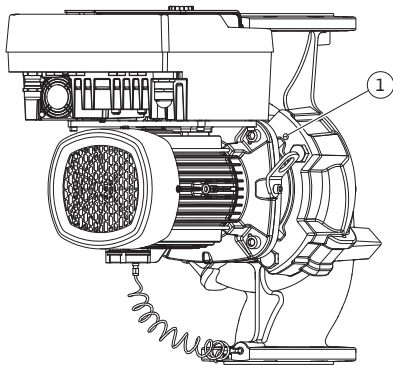

Fig. 10: Aftrykning af indstikssættet via gevindhuller
Til pumpetypen (Fig. III og Fig. IV) skal skruerne (pos. 29) løsnes. Brug de to gevindboringer (Fig. 10, pos. 1), der ligger ved siden af, og anvend egnede skruer (f.eks. M10 x 25 mm) stillet til rådighed på opstillingsstedet.